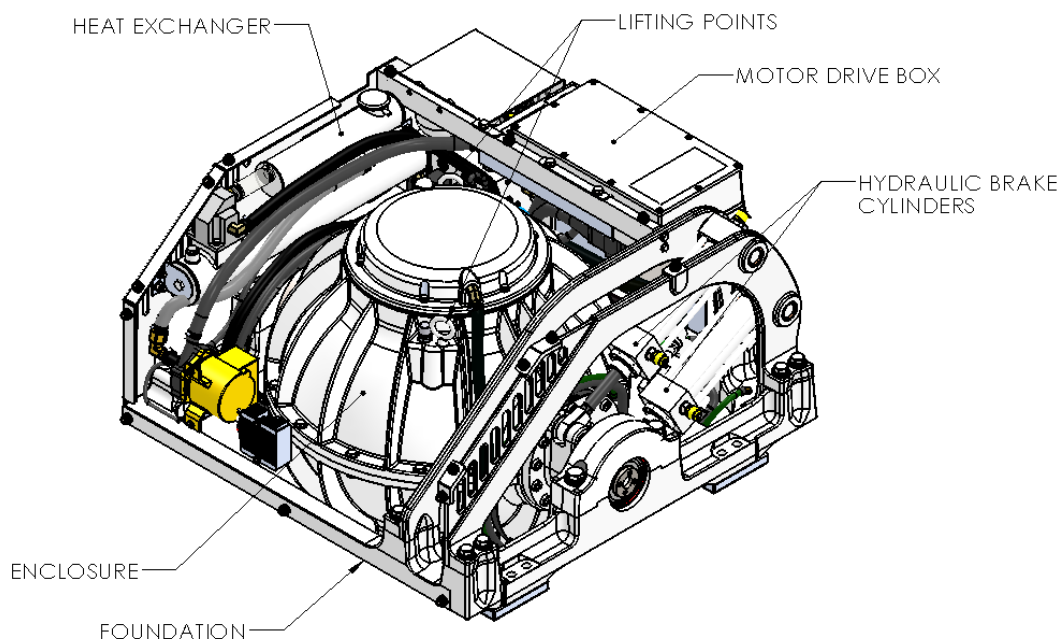

図 1 - SEAKEEPER 3DC
- ジャイロユニットを取り扱ったり据付ける際には、露出した 油圧シリンダ 用 ロッド（図 1 参照）に傷や損傷が起きないように保護してください。早期の密閉不良や油漏れにつながる可能性があります。